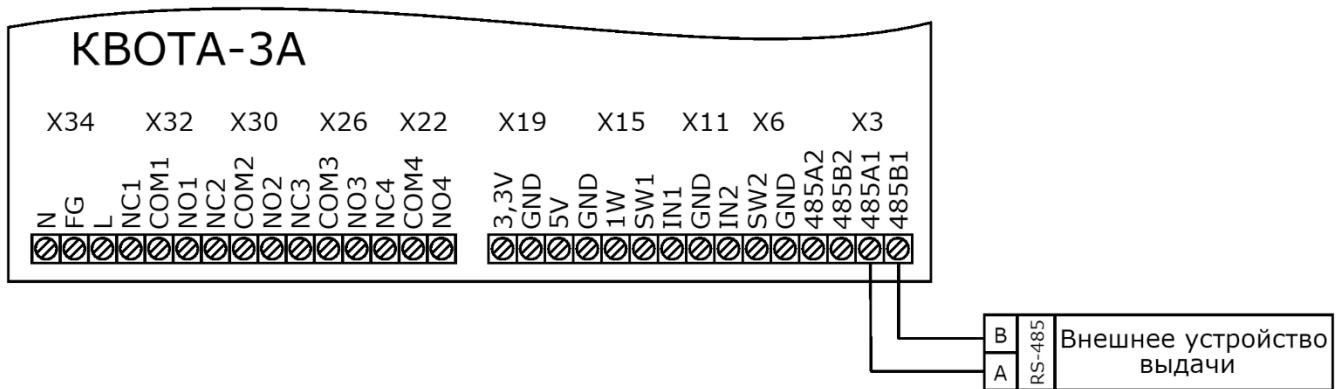

Рисунок 9
1. К насосному блоку с контроллером «КВОТА-2» может быть подключена одна однопортовая колонка только по интерфейсу RS-485 (рис. 8) в соответствии с электрической схемой, представленной на рис. 9;